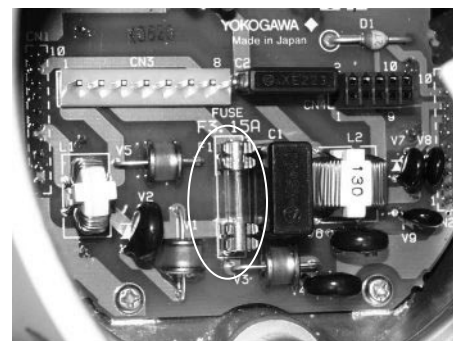

Рисунок 11.9 Расположение плавкого предохранителя
- (5) Полностью удалите электронику для получения доступа к плавкому предохранителю, находящемуся снизу корпуса оборудования (Рисунок 11.9).
- (6) Замените плавкий предохранитель на новый.